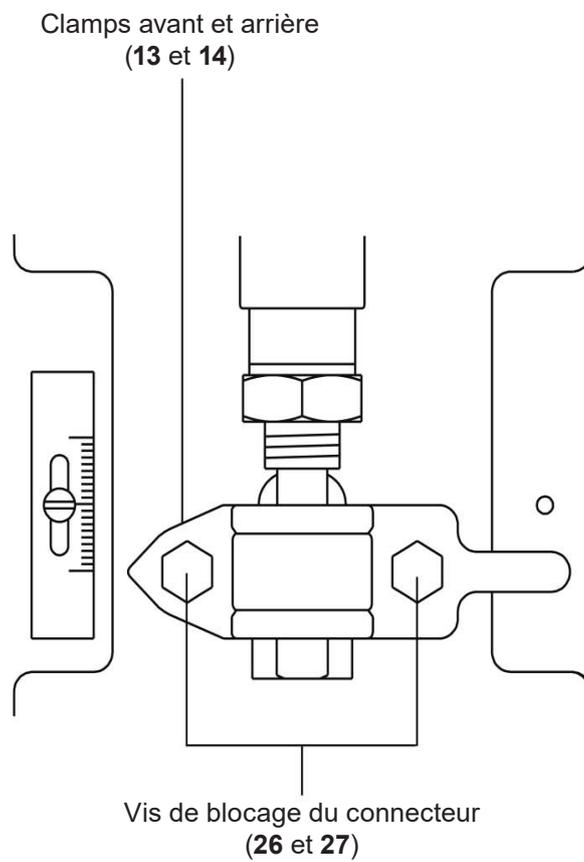

Fig. 5
Pour ajuster le point de réglage, voir Fig. 5 et procéder de la manière suivante :
- Avec le clapet de vanne qui reste sur son siège, régler le connecteur (**10**) jusqu'à toucher l'adaptateur (**11**). Serrer l'écrou de blocage (**25**). Voir Fig. 5 pour une bonne installation.